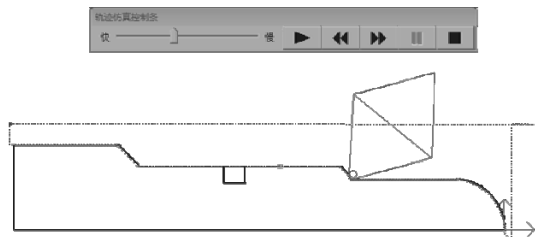

图 6-37 精车加工外圆轨迹仿真结果
(5) 轨迹仿真 轨迹仿真是对已有的加工轨迹进行加工过程模拟，以检查加工轨迹的正确性。选择下拉菜单“数控车”→“轨迹仿真”命令，或直接单击数控车工具栏中的“轨迹仿真”按钮，系统在“命令提示”栏中显示“拾取刀具轨迹”，然后单击立即菜单，在立即菜单选项中选择“动态”，并设定步长大于 0。单击已经生成的加工轨迹，轨迹变成红色表示被选中，然后单击右键结束选取，系统弹出仿真控制条，按开始键开始仿真。仿真过程中可进行暂停、上一步、下一步、终止和速度调节操作，如图 6-37 所示。如果仿真结果不是很理想，可以通过修改参数来改变。